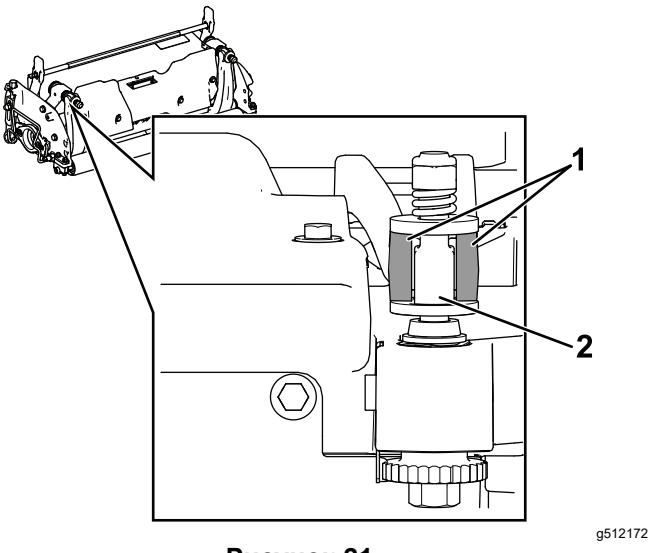

Рисунок 21
**Внимание:** Выровните регуляторы DPA по центрам проушин планки неподвижного ножа, как показано на Рисунок 21.